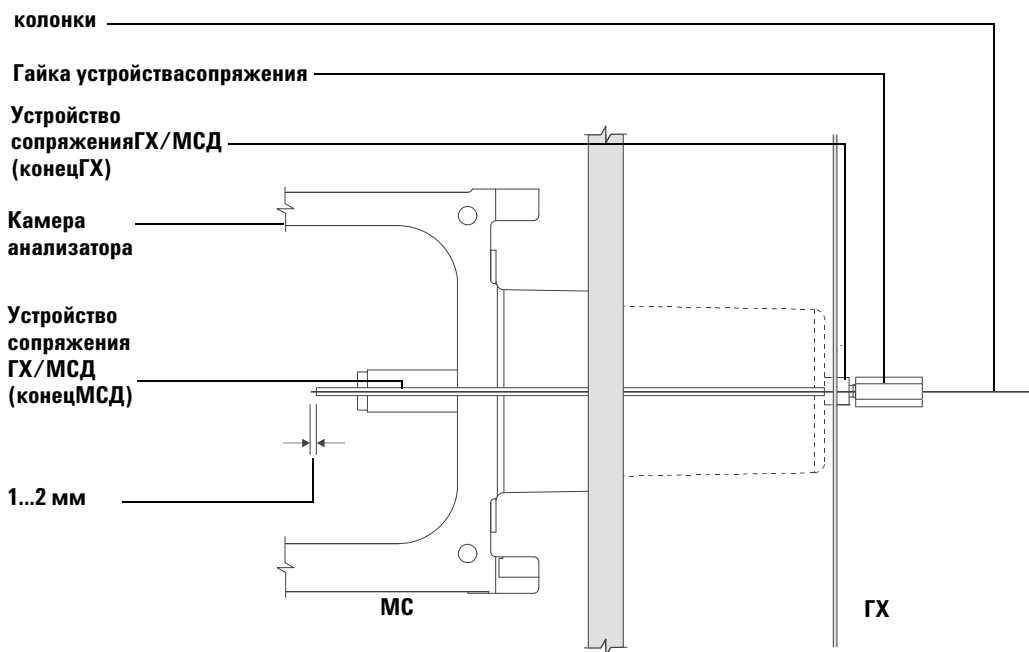

Рис. 4 Установка капиллярной колонки в интерфейсе ГХ/МС
- 7 Вставьте колонку в интерфейс ГХ/МС (рис. 4). Отрегулируйте колонку так, чтобы она выступала на 1...2 мм от края интерфейса.